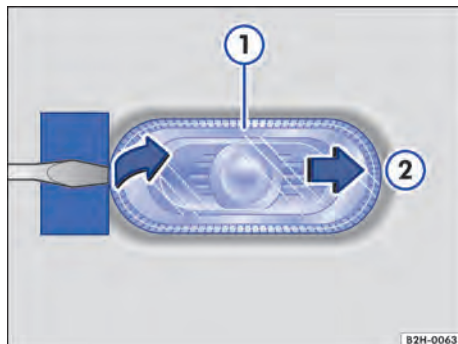

Fig. 161 Na lateral do veículo: remover os indicadores de direção laterais
2. Posicionar a chave de fenda das ferramentas de bordo com a lâmina plana no lado da lanterna lateral do indicador de direção que aponta para direção de condução → ①. Deslocar os indica-
dores de direção laterais → Fig. 161 ① para trás, em sentido oposto ao da força de mola → Fig. 161 ②.